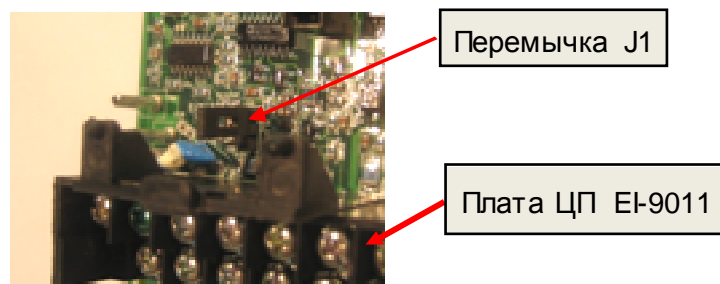

Рис. 4.29. Перемычка J1 на плате ЦП EI-9011.
4.18.15. Удалить перемычку J1 на плате ЦП – см. рис. 4.29 (после завершения диагностики перемычку J1 вернуть на место).